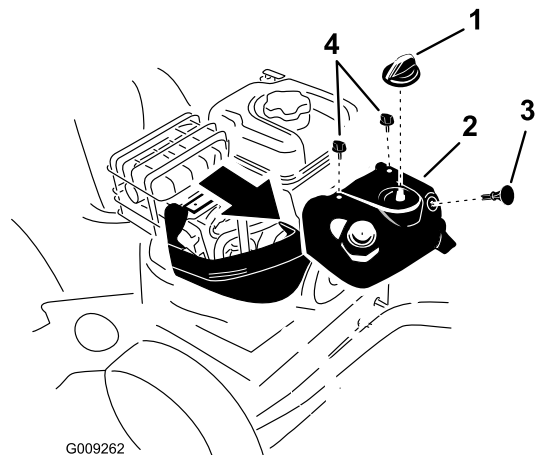

Figure 56
Remarque: Vous devez retirer le capot anti-neige supérieur pour accéder à la bougie d'allumage (Figure 56).
1. Enlevez la commande de starter et la clé de contact (Figure 56).
- Enlevez les 2 vis qui fixent le capot anti-neige à la machine (Figure 56).